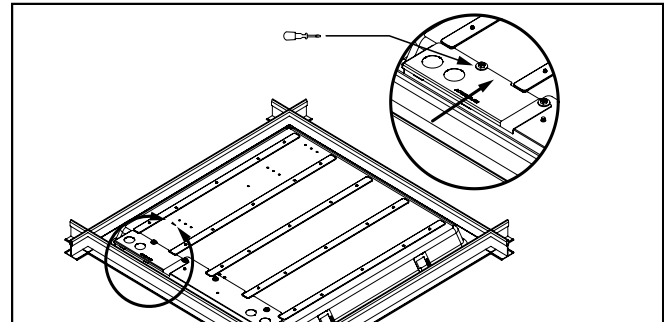

Imagen 6.
6. Inserte todos los cables y conectores en la caja de conexiones de luminario, reemplace la placa de acceso eléctrico y asegúrela en su lugar con un tornillo (Imagen. 6).